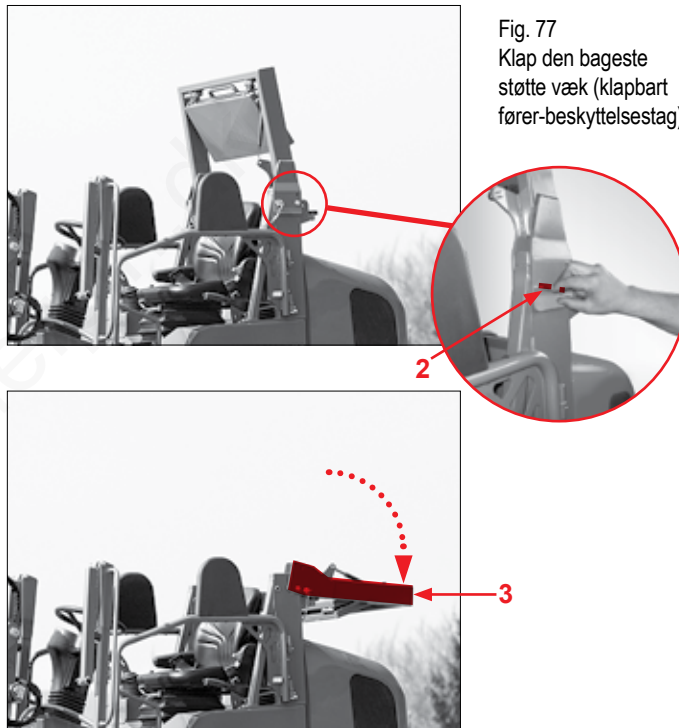

Fig. 77
1. Fjern sikringsbolten pos. 2 (Fig. 77) på de bageste støtter.